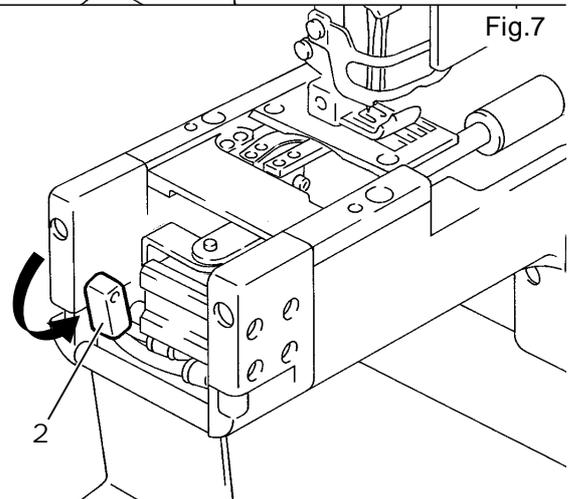

Fig.7
■ El soporte 3 no deberá apoyarse contra el tope 2 cuando sobresalga el cilindro neumático. Para hacer este ajuste, afloje el tornillo 1 (véase la fig. 4) y gire la pieza-tope 2 en el sentido de la flecha (véase la fig. 7). A continuación, apriete el tornillo 1.